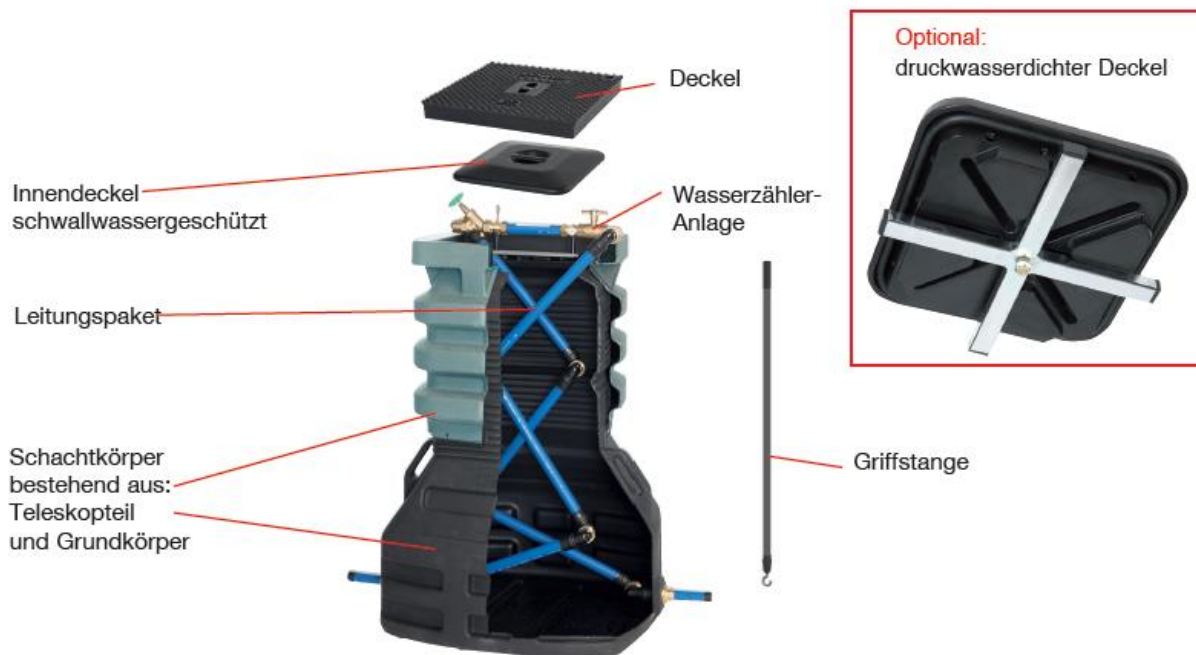

Abbildung 2: Wasserzählerschacht mit ausgezogenem Teleskopgestänge
s. Abbildung 2 / Optional: druckwasserdichter Deckel